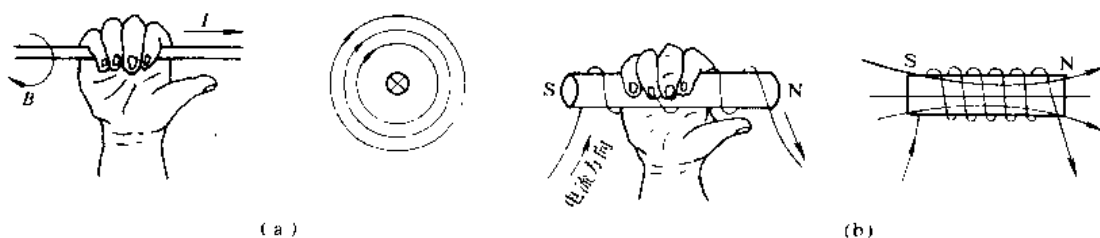

图1. 19
(1) 判定直导线电流产生的磁场方向: 用右手握住导线, 让拇指指向电流的方向, 则其余四指所指的就是磁力线的方向 (即磁场方向)。如图1. 19 (a) 所示。
(2) 判定通电线圈的磁场方向: 用右手握住线圈, 让四指指向电流的方向, 则拇指所指的就是磁力线的方向 (即磁场方向), 如图1. 19 (b) 所示。